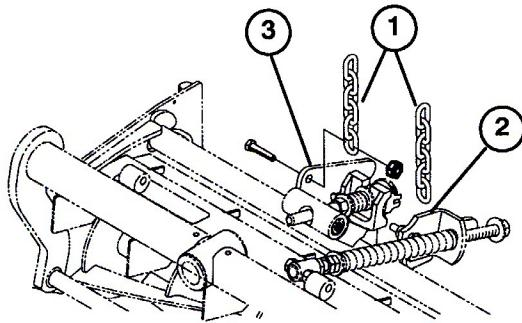

図 9
12. ターフ補正スプリングのブラケットをカッティングユニット・スタビライザの耳に止めているナットを外す(図9)。左チッパー・チェーンをキャップスクリュ(3/8 x 1 in)とフランジナットで固定する。
13. 右チッパー・チェーンを、右カッティングユニット・スタビライザのミミに取り付け、付属部品のキャップスクリュ(3/8 x 1 in)とフランジナットで固定する(図9)。